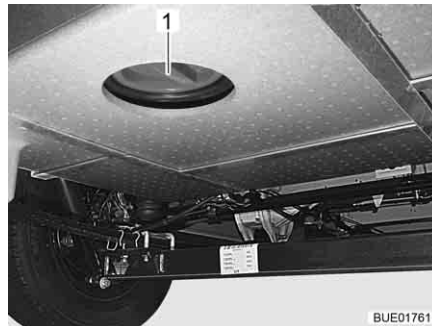

Fig. 247 Ouverture de nettoyage du réservoir d'eaux usées
- Ouvrir l'ouverture de nettoyage (Fig. 247, 1) du réservoir d'eaux usées et le robinet de vidange.